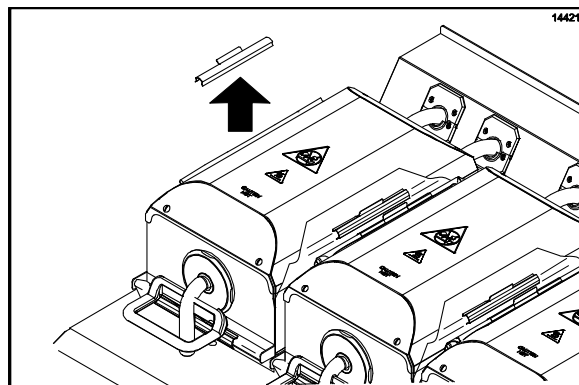

Рисунок 26
8. Снимите фиксирующие зажимы, держатели и антиадгезионные листы. Положите зажимы и держатели в 3-х секционную мойку для очистки и промывки. В случае необходимости пропитайте их в горячем растворе "SolidSense APSC", чтобы снять накопления нагара. (См. рис. 26)